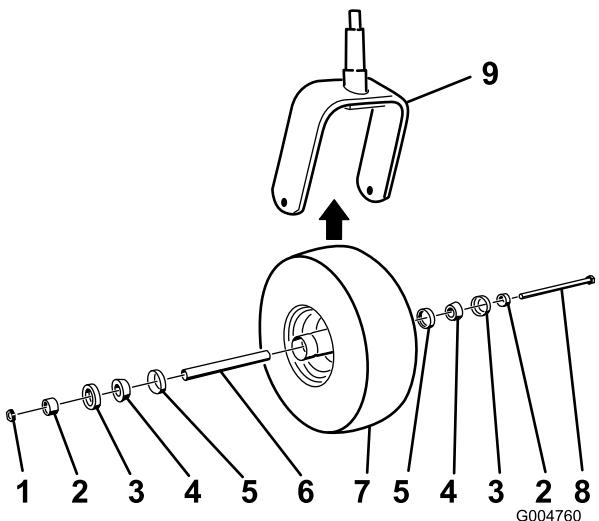

Figure 52
2. Enlevez le contre-écrou du boulon qui fixe la roue pivotante à la fourche (Figure 52).
5. Montez la roue pivotante en poussant les roulements à rouleaux coniques et les joints, garnis de graisse, dans le moyeu, en les positionnant comme indiqué à la Figure 52.